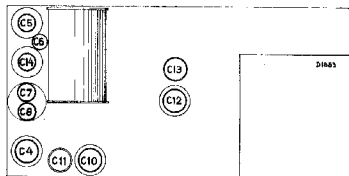

Fig. 3
7. Trimmer C11 et C12 sur la sortie maximum (voir figure 3).
3. Trimmer C4 sur la sortie minimum (voir fig. 3).
C7-C5-C14-C7-C5-C14 (voir fig. 3).
4. Trimmer C8 sur la sortie maximum (voir fig. 3).